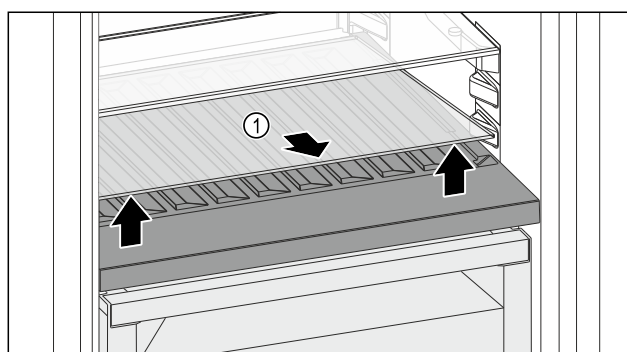

Fig. 226
- Podignite staklenu ploču Fig. 226 (1) na otvoru sprijeda i izvadite je.
- Čuvajte staklenu ploču Fig. 226 (1) na sigurnom izvan uređaja.
- Uložite staklenu ploču (2) ispod promjenjive police za boce.